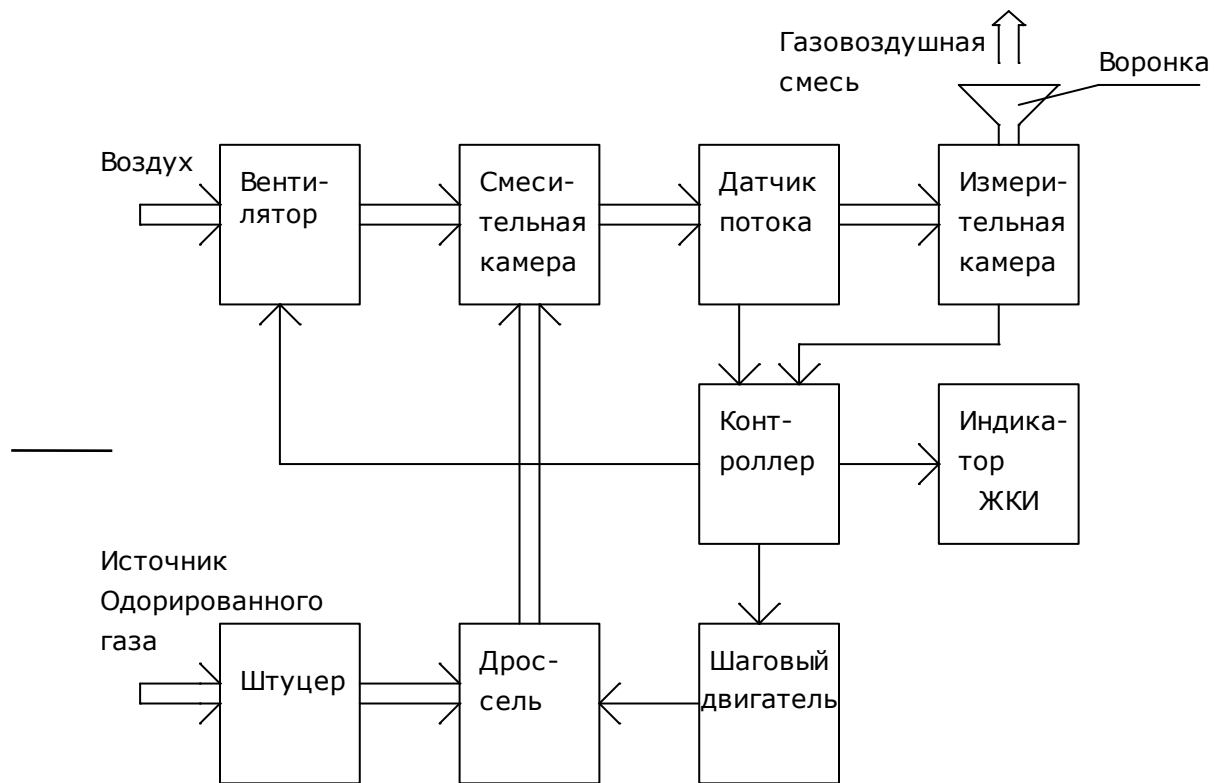

Figura 4.3 - Schema structurală a dispozitivului
4.5 Schema structurală a dispozitivului este prezentată în Figura 4.3. Aparatul constă dintr-un dispozitiv pentru prepararea amestecurilor gaz-aer și un contor de concentrație de gaz inflamabil. Dispozitivul funcționează după cum urmează.